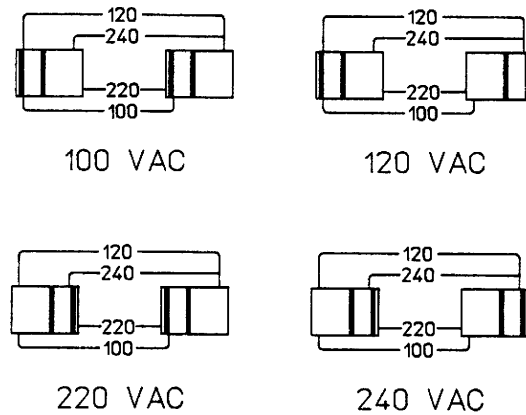

図2. AC電源電圧スイッチの位置
2. 小型のマイナス・ドライバを使って、該当する位置にスイッチを動かします(図2を参照)。